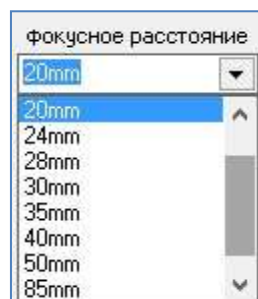

Рисунок 66 – Строка «Фокусное расстояние» с выпадающим списком
– в поле «Фокусное расстояние» окна «Площадная съемка», выбрать из выпадающего списка значение фокусного расстояния, соответствующее фокусному расстоянию установленного на БВС фотоаппарата (Рисунок 66);